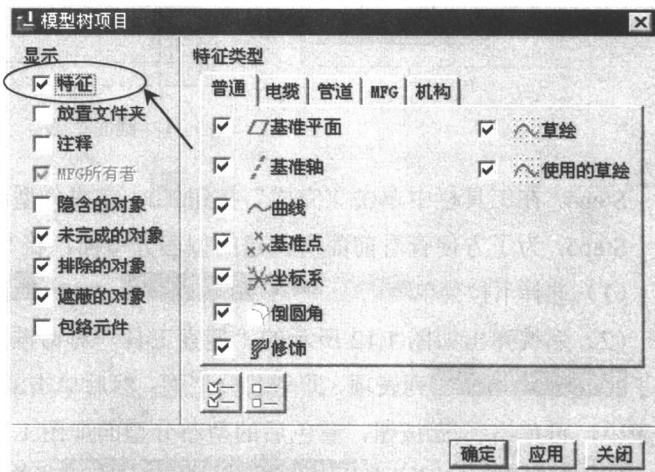

图 1.16 “模型树项目”对话框
(2) 在系统弹出的如图 1.16 所示的对话框中，选中特征复选框，然后单击该对话框